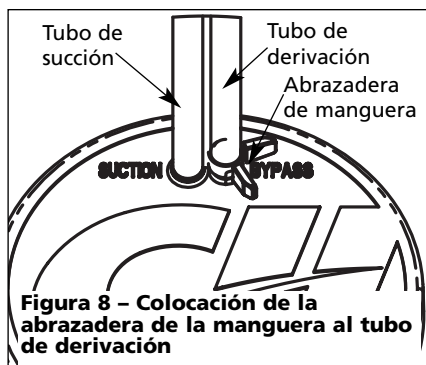

Figura 8 – Colocación de la abrazadera de la manguera al tubo de derivación
- Conecte los otros extremos de la manguera de derivación/succión en el cubo marcado "BYPASS" (derivación) y en el dentado de la manguera marcado "SUCTION" (succión), respectivamente. Asegure la manguera de derivación con la abrazadera de manguera (vea la figura 8).